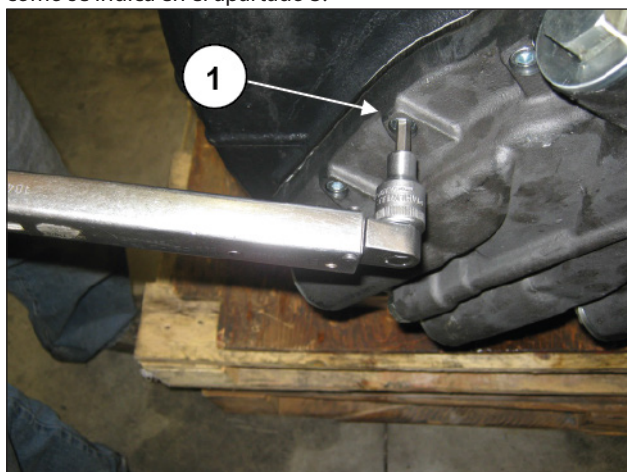

Fig. 128
Apretar el cuerpo de la bomba de aceite con los tornillos M8 (pos. ①, Fig. 128) y regularlos con la llave dinamométrica como se indica en el apartado 3.